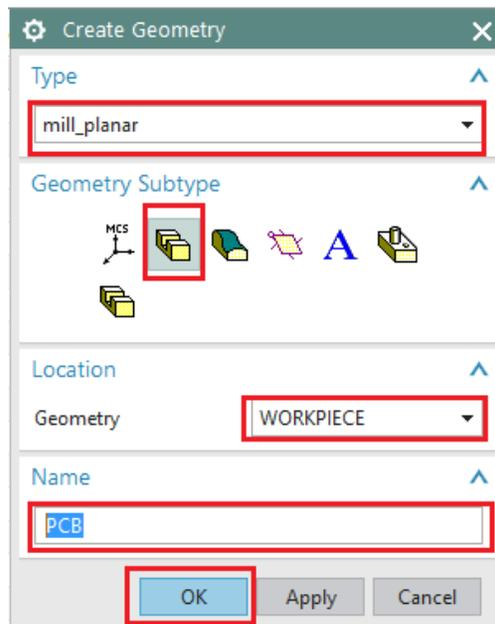

Figura 4.9 Create Geometry
- En la ventana **Create Geometry** realizar las siguientes modificaciones y/o selecciones (Figura 4.9):